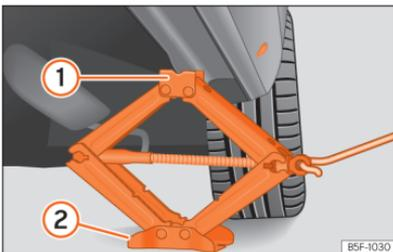

Abb. 244 Längsholm: Wagenheber ansetzen.
- Drehen Sie die Kurbel des unter dem Aufnahmeplatz des Längsträgers befindlichen Wagenhebers, bis sich die Nase (1) >>> (Abb. 244) unter der vorgesehenen Einführung befindet.
- Richten Sie den Wagenheber so aus, dass sein Aufnahmehorn (1) in die dafür vorgesehene Aufnahme am Längsträger „greift“ und die bewegliche Grundplatte (2) plan auf dem Boden aufliegt. Die Bodenplatte (2) muss sich dabei senkrecht unter dem Aufnahmeplatz (1) befinden.